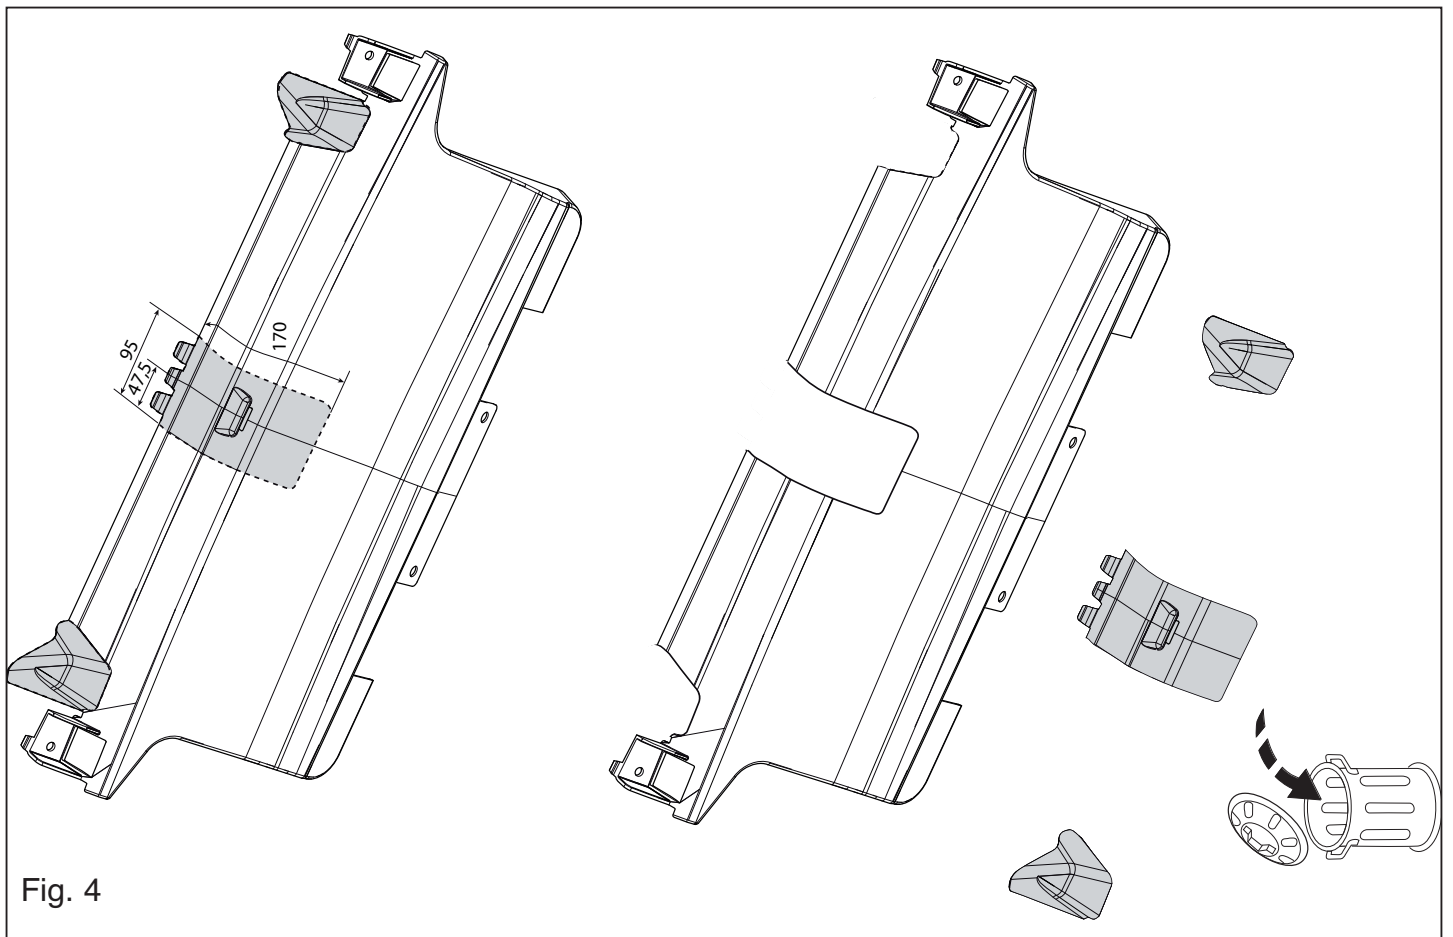

Fig. 4
11. Saw out the portions as indicated in fig. 4 and 5.
11. Gemäß Abb. 4 und 5 die angegebenen Teile heraussägen.
- Serrer tous les boulons et écrous conformément à la figure 4 et 5.
- Scier les parties indiquées conformément à la figure 4 et 5.